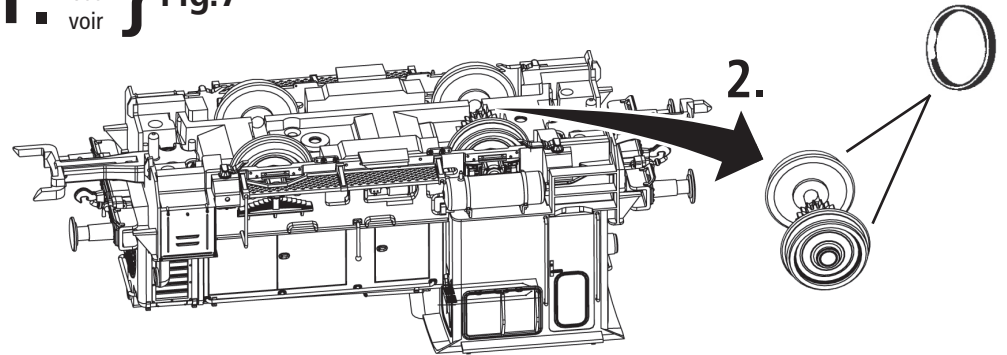

Fig. 8
**3. Haftreifenwechsel:** Zuerst den Getriebedeckel abnehmen (Fig. 7). Danach den **Radsatz** herausnehmen (Fig. 8) und die **Haftreifen** mit einer Nadel od. mit einem feinen Schraubendreher abziehen. Beim Aufziehen der neuen Haftreifen darauf achten, dass diese sich nicht verdrehen.
**3. Change of traction tyre:** Remove the gear cover (fig. 7). Take out **wheel set** (fig. 8) and remove **traction tyre** using a pin or a fine screwdriver. When pressing on the new traction tyre please **avoid twisting it**.